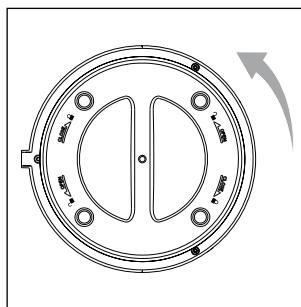

Abb. 3
3. Drehen Sie den Gehäusedeckel ⑨ an der Unterseite des Gerätes ein Stück gegen den Uhrzeigersinn in Richtung **OPEN** 🔑, um ihn zu öffnen (siehe Abb. 3). Entfernen Sie dann den Gehäusedeckel ⑨ vom Gerät.